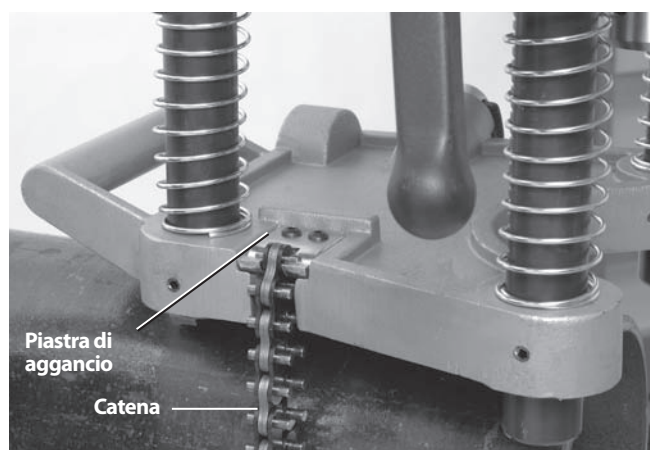

Figura 5 – Aggancio della catena dell'HC-450
3. Tenere sempre almeno una mano sul Foratubi per stabilizzarlo e guidarlo. Afferrare l'estremità della catena e tirarla stretta attorno al tubo. Agganciare la maglia più vicino della catena sulla piastra di aggancio e serrare a fondo la maniglia girevole per tenere il Foratubi contro il tubo. (Ved. Figura 5.)